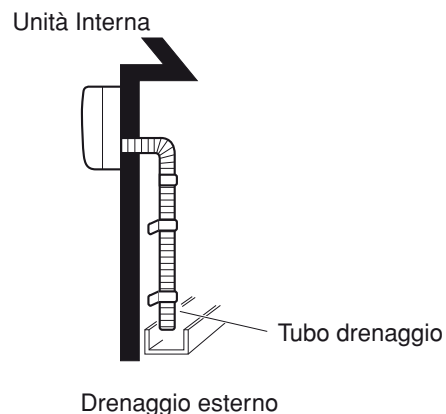

Fig. 1
- Scegliere una posizione in modo che la distanza tra le due unità sia la minore possibile. (Fig. 1)